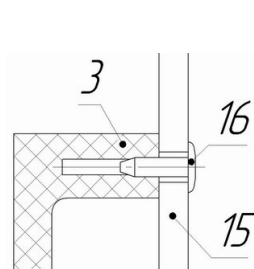
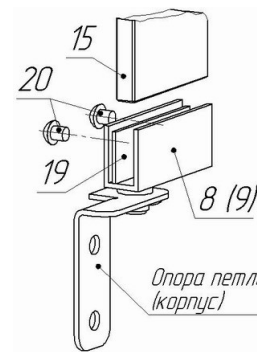
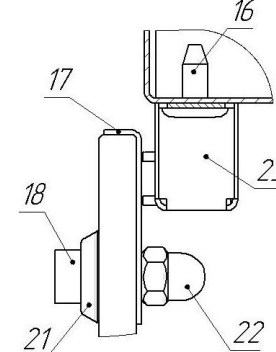

Рис. 2. Схема установки ручки.
Рис. 3. Схема установки петли.
Рис. 4. Схема установки накладки
2.2. Установите шампуры 7. Установите на стекла 15 ручки 3 при помощи саморезов 16 (рис. 2); металлические накладки 17 при помощи винтов 18 с шайбами 21 и гайками 22 (рис. 4), после чего стекла 15 закрепите в петлях 8 и 9 (рис. 3) посредством винтов 20 и прокладок 19, выровняв стекла горизонтально. При необходимости выровняйте магнитные защелки 23 таким образом, чтобы их контакт с накладками 17 осуществлялся по всей поверхности магнитных пластин. Для этого ослабьте саморезы 16, выровняйте защелки 23 и снова заверните саморезы.